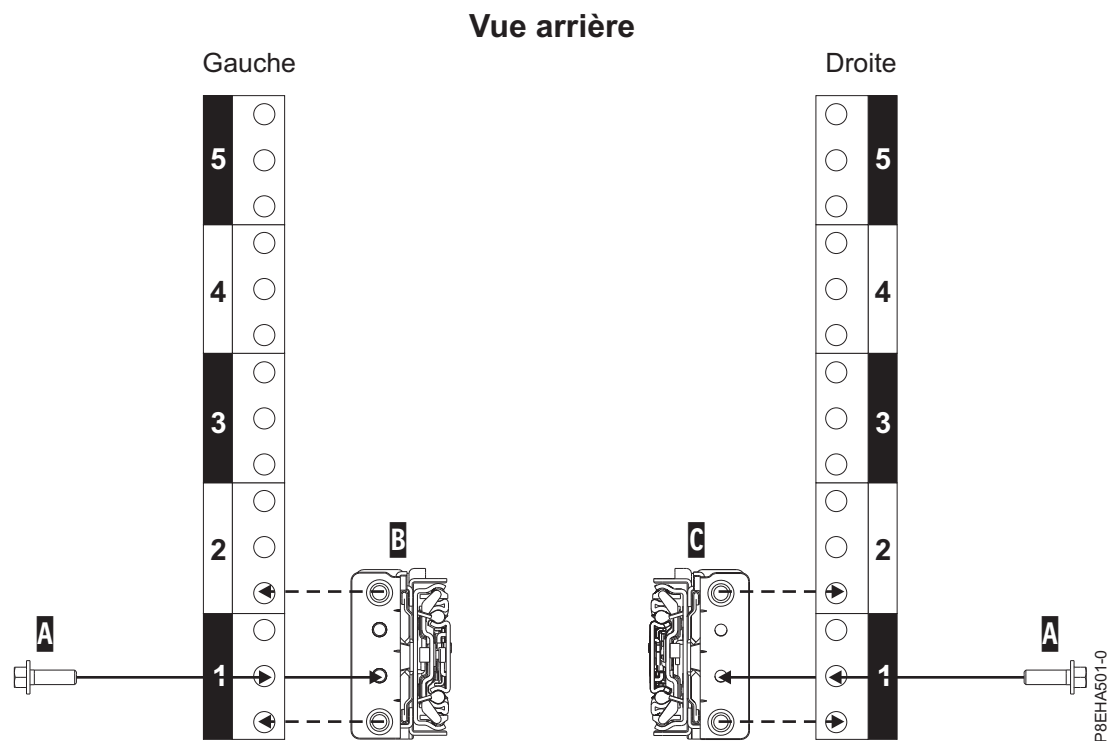

Figure 4. Fixation des glissières à l'arrière de l'armoire
12. Fixez la glissière de gauche (B) et la glissière de droite (C) à l'aide d'une vis M5 de 16 mm (A), comme illustré dans la figure 4. Insérez et serrez chaque vis dans le trou de bride fileté, situé dans le trou central de l'unité EIA la plus basse.